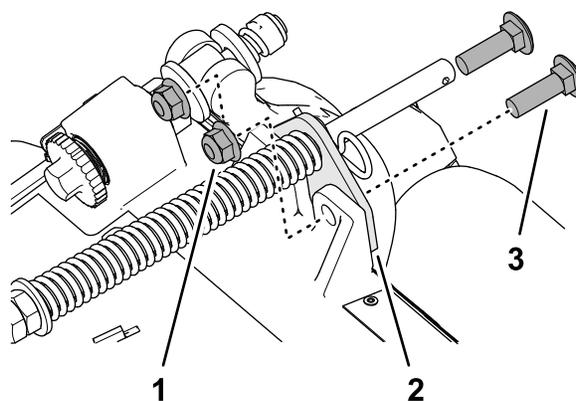

Figura 13
- Retire las 2 contratuercas con arandela prensada ($\frac{3}{8}$ ") y los 2 pernos de cuello cuadrado ($\frac{3}{8}$ " x $1\frac{1}{4}$ ") que sujetan el soporte del muelle de compensación al bastidor de la unidad de corte (Figura 13).